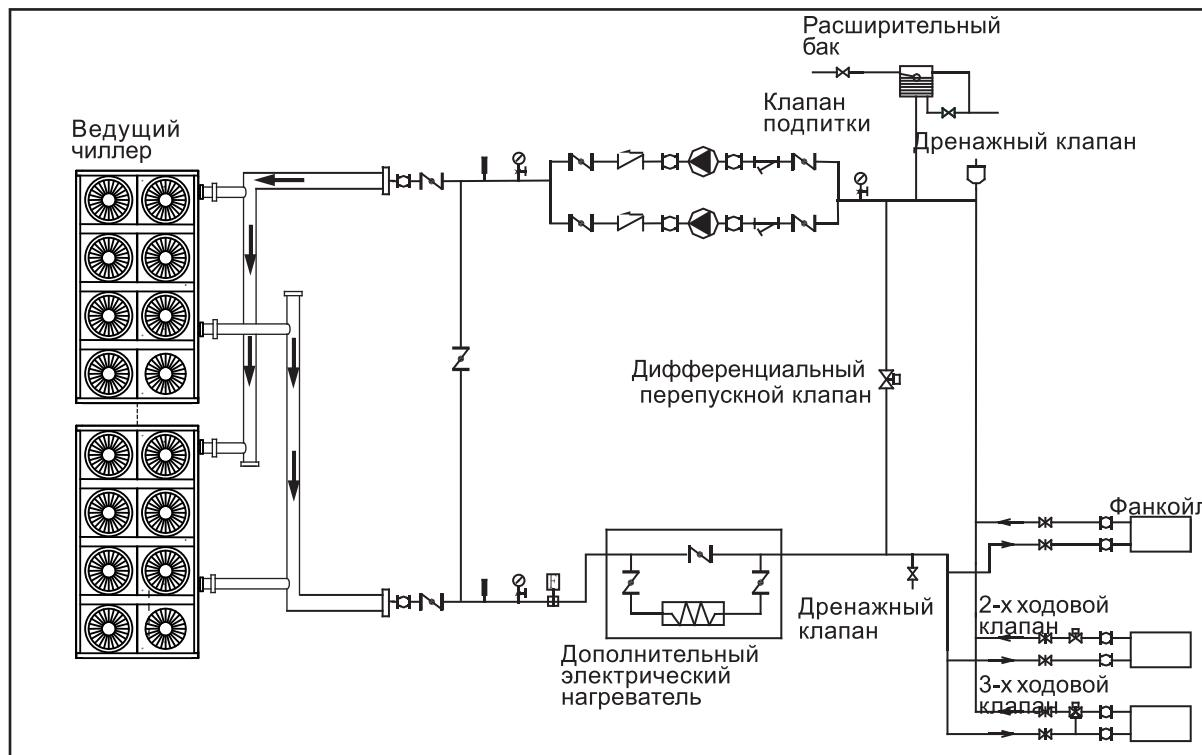

Рис.7-1
- и. Для упрощения очистки гидравлической системы перед началом эксплуатации на теплообменнике необходимо смонтировать перепускные трубы и клапаны (см. рис.7-1). Во время технического обслуживания это позволит отключать теплообменник от гидравлической системы, не нарушая работу других теплообменников.